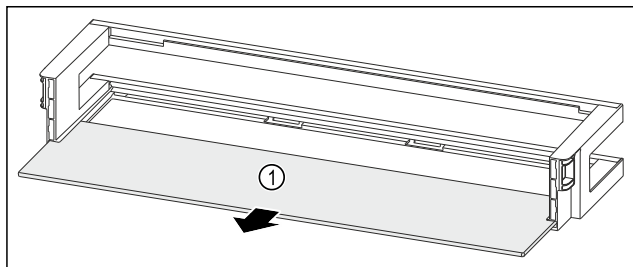

Fig. 235 Polica u vratima s policom za odlaganje
- Izvadite policu Fig. 235 (1).